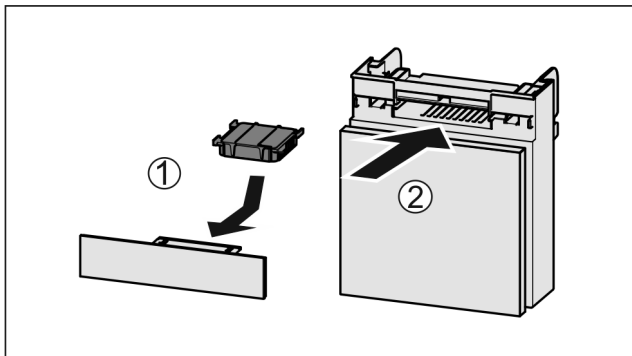

Fig. 67
- ▶ Introduzca el compartimento Fig. 67 (2).